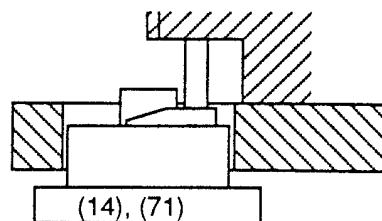

Fig. 26
- Höhe der Wickelteller (14), (71) messen (Fig. 26).
- Measure the height of the spool carrier (14), (71) (Fig. 26).
- Misurare l'altezza dei piatti di avvolgimento (14) e (71), fig. 26